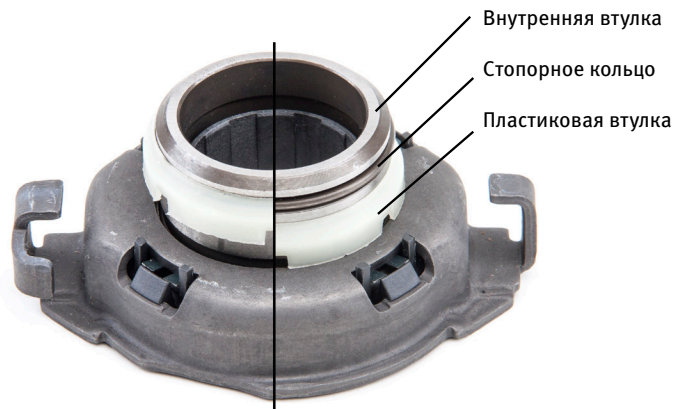
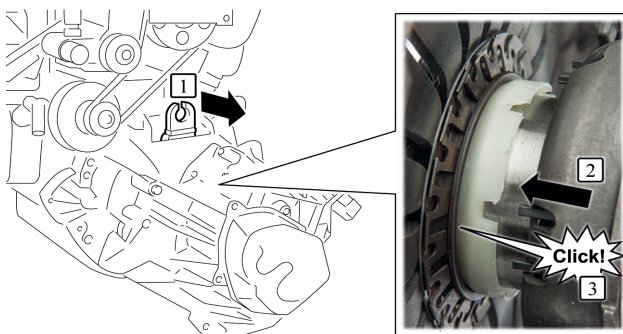

Рисунок 3: Стопорное кольцо преднагружено (слева) или свободно (справа) под действием пластиковой втулки.
Рисунок 4: Рывком надавив на выжимной рычаг в противоположном направлении, подшипник защелкнется в сцеплении.
3. После установки коробки передач, выжимной подшипник должен быть зафиксирован на своем месте с помощью рычага. Для того, чтобы сделать данную операцию с внешней стороны, имеется стопорное кольцо. Пластиковое кольцо указывает на преднапряжение кольца (Рис. 3). Как только выжимной подшипник запрессуется в нажимной диск, внутренняя направляющая войдет в отверстие диафрагменной пружины. Таким образом, пластиковая направляющая займет свою позицию и сдвинет стопорное кольцо (Рис. 3, правый). При дальнейшем сдвиге, пластиковая направляющая войдет в зацепление с диафрагменной пружиной со щелчком (Рис. 4).